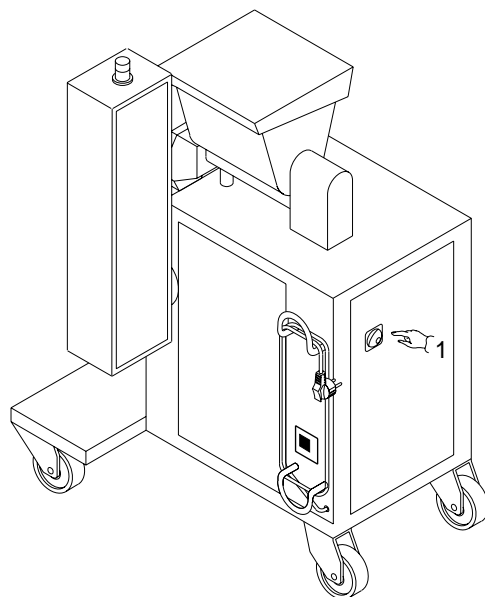

Fig. 4.6
- b. Ruotare l'interruttore generale posto sul pannello posteriore della macchina (Pos. 1 Fig. 4.6).